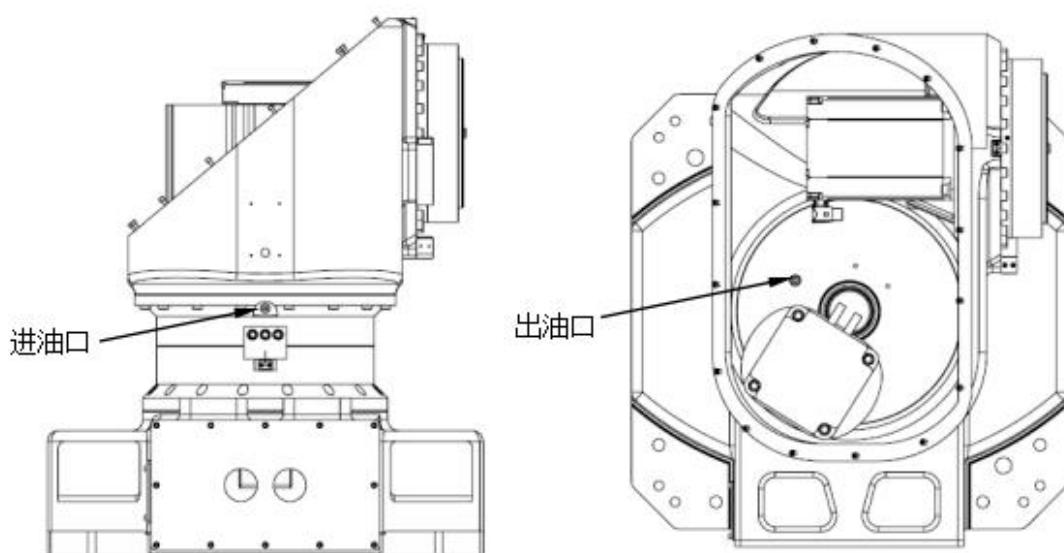

图 4-1 更换润滑油, J1 轴减速机
- 3) 移去润滑油供排口的内六角螺塞 M10X1，见图 4-1—4-3。